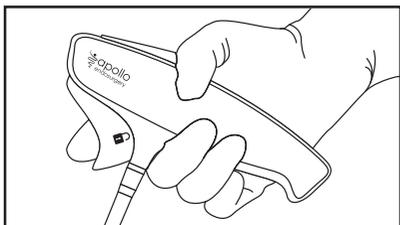
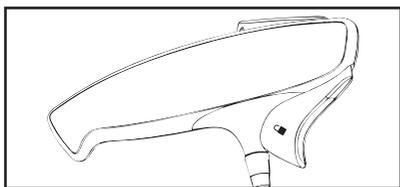

Figura 2. Posicionamento adequado da mão ao segurar o aplicador
Figura 3. Acionador do aplicador de porta na posição aberta
3. Segure o aplicador conforme mostrado (Figura 2). Certifique-se de que o acionador do aplicador de porta RapidPort® EZ está na posição totalmente aberta (Figura 3).